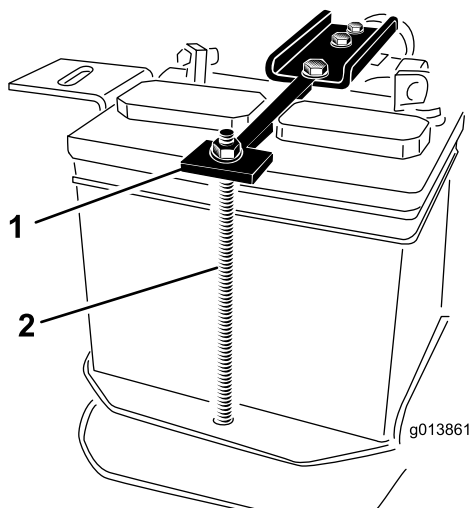

Figura 4
17. Rimuovete i due bulloni che tengono in sede le cinghie di tenuta della batteria e rimuovete i dadi, le rondelle e il tubolare (Figura 4).